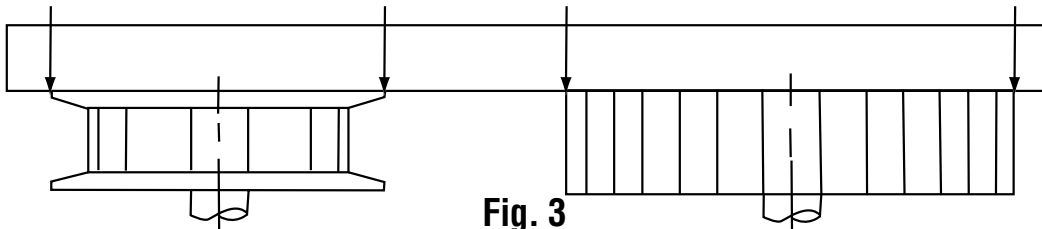

Fig. 3
9. Certifique-se de que todos os componentes da unidade estejam alinhados corretamente (consulte a Fig. 3).